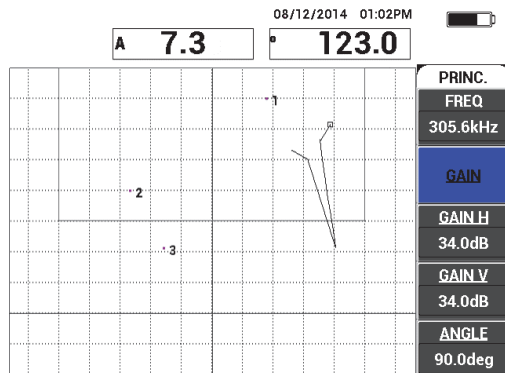

Figure 6-51 Gain réglé pour le point supérieur
12. Réglez le paramètre **GAIN** (touche B) pour régler le point supérieur à environ 90 % de la hauteur de l'écran (voir la Figure 6-51 à la page 172).